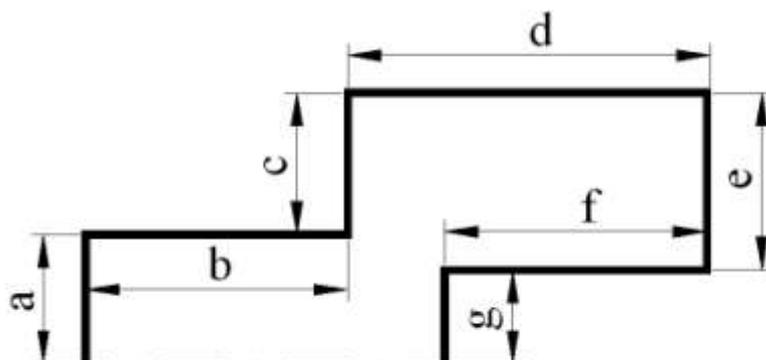

Рис. 82
7. Отложить заданные размеры отрезков a, b, c, d, e, f, g по табл. 5 (рис. 82).